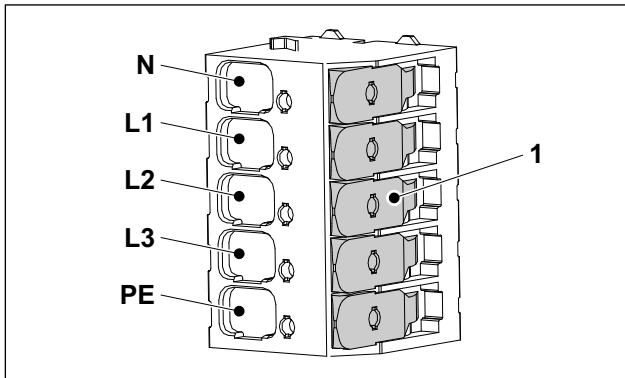

Fig. 5 Bornes de connexion de la tension d'alimentation
8. Connecter les conducteurs du câble conformément au marquage (fig. 5). En cas d'alimentation monophasée, connecter la phase à L1. Les bornes L2 et L3 ne sont pas utilisées pour une alimentation monophasée.
Le bornier ne nécessite pas l'emploi d'outils. Le basculement du levier (fig. 5/1) ouvre la borne et permet d'y enficher le conducteur. Les conducteurs sont bloqués lorsque le levier correspondant est rabattu. Éviter d'actionner plusieurs leviers simultanément.